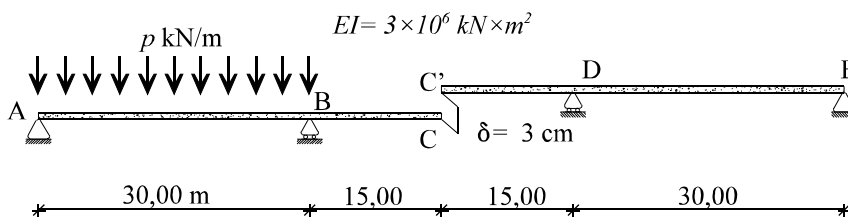

Figura 11
11) La viga de la figura 11 se construye en dos tramos, ABC y $C'DE$, que después se unen. Sin embargo, por un error de construcción, el punto C' está δ cm más alto que el C (ver figura). Para corregir este error se hace subir el punto C hasta C' cargando el vano AB con una cierta sobrecarga uniforme p . A continuación, cuando C coincide con C' , se unen ambos tramos y se consigue la continuidad en $C-C'$ (si bien quedará un punto anguloso). Finalmente se retira la sobrecarga p que actuaba sobre AB . Se pide: